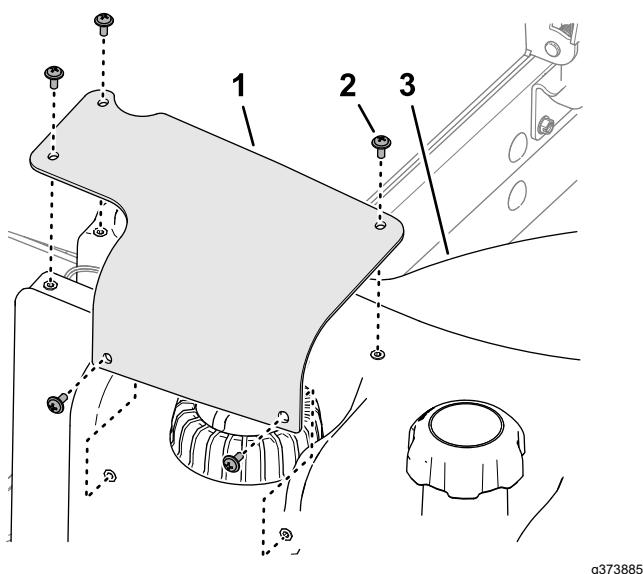

Figura 131
7. Alinai orificiile capacului transmițătorului pentru combustibil cu orificiile rezervorului de combustibil și fixează capacul pe rezervorul de combustibil cu cele 5 uruburi cu cap Phillips (Figura 131).